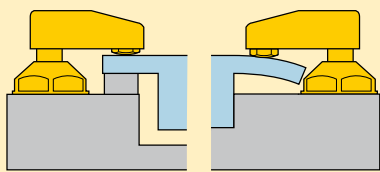

Abbildung 6
- Das Werkstück darf nur dann mit einer Spannkraft beaufschlagt werden, wenn es durch einen festen Auflagepunkt entsprechend unterstützt wird (Abbildung 6).